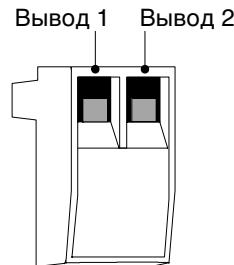

Рисунок 10. Соединитель REPO
3. Подсоедините изолированные, сухие, нормально-открытые контакты (расчитанные максимум на 60 В постоянного тока, 30 В переменного тока RMS и 20 мА) через устройство REPO к выводу 1 и выводу 2 (см. Рисунок 10).